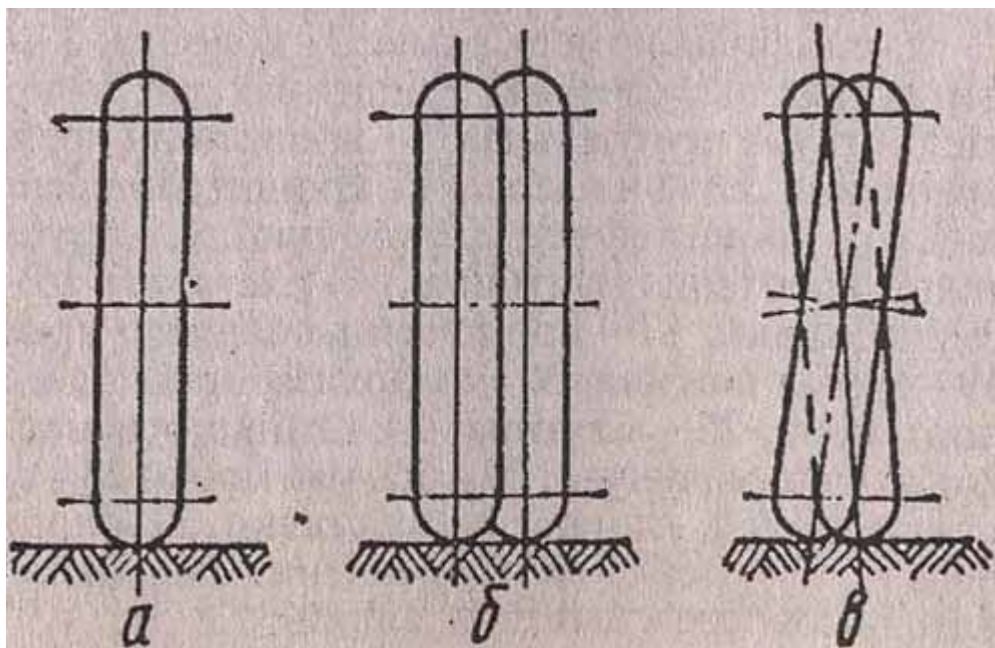
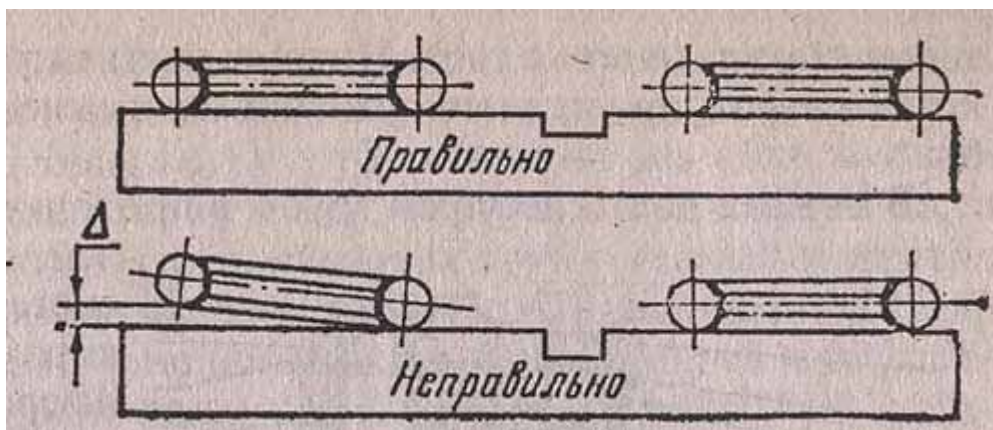

Рис. 4.3. Вид сзади на колеса мотоцикла: а - правильная установка колес; б - неправильная установка заднего колеса в маятнике; в - перекос рамы или маятника
Рис. 4.4. Проверка соосности колес.
- неправильная установка заднего колеса в маятнике (рис. 4.3). В этом случае при виде сзади картина будет подобна изображенной на рис. 4.3,б;
- перекося рамы - в этом случае картина будет подобна изображенной на рис. 4.3,в. Как правило, перекося рамы происходит в ее передней части, где она имеет меньшую жесткость. Устраняется с помощью ломика, вставленного в отверстие рулевой колонки. Удерживая заднюю часть рамы, осторожно отгибают рулевую колонку в сторону наклона заднего колеса. Для проверки на раму устанавливают переднюю вилку и колеса (лучше без шин), при этом заднее колесо с помощью линейки устанавливают строго посередине маятника. К заднему колесу приставляют ровную доску так, чтобы обод касался ее в двух точках. Если переднее колесо при любом повороте вилки не касается доски одновременно в двух точках (рис. 4.4), то рихтовка рамы еще не закончена;
Возможен, особенно после падений, перекос рамы и в других местах, который обнаруживается по вмятинам, изгибу труб и др. Неисправность устраняется рихтовкой. Однако прежде чем приступить к рихтовке, следует путем осмотра и замеров достоверно определить место и степень повреждения. В противном случае перекос можно только усилить или же совсем испортить раму. Рихтовка считается законченной, когда обода колес касаются мерной доски в четырех точках (рис. 4.4).